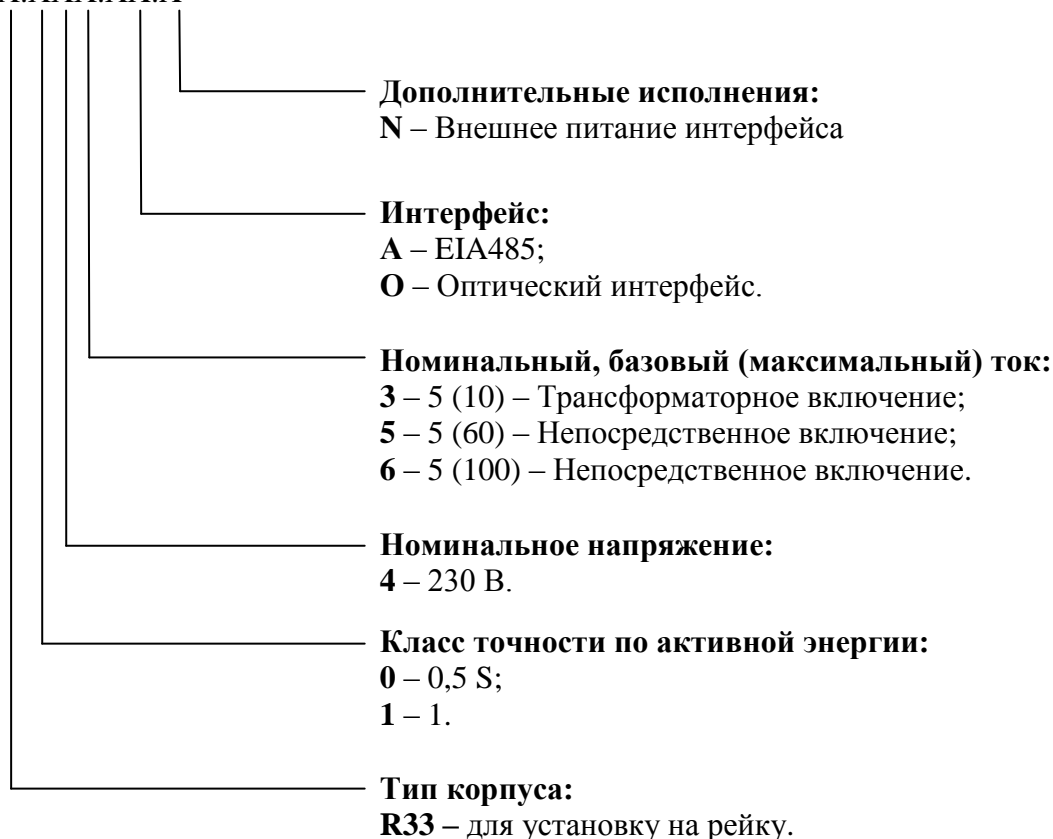

Рисунок 1 – Структура условного обозначения
Результаты измерений получаются путем обработки и вычисления входных сигналов тока и напряжения микропроцессорной схемой платы счетчика. Измеренные данные и другая информация отображаются на жидкокристаллическом индикаторе (ЖКИ) и в зависимости от исполнения счетчика (см. Рисунок 1) могут быть переданы по оптическому порту или интерфейсу RS-485.
3.2.1 Структура условного обозначения счетчика приведена на рисунке (см. Рисунок 1).
При заказе счетчика необходимое исполнение определяется структурой условного обозначения, приведенной на Рисунок 1 – Структура условного обозначения.